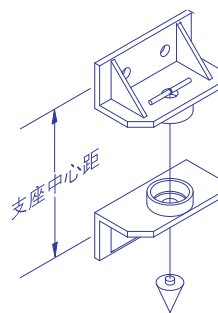

图2A. 转轴支座的铅垂安装
- 2.2 使用铅锤装置(自备)确定下支座的位置(如 图2A 所示)。